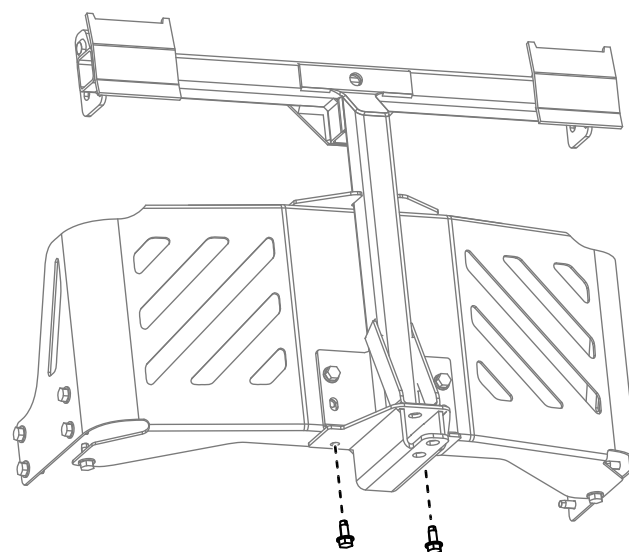

Figura 12
3. Prenda a estrutura da articulação à parte inferior da máquina utilizando dois parafusos autorroscantes (5/16 x ¾ pol.) como se mostra na Figura 12.